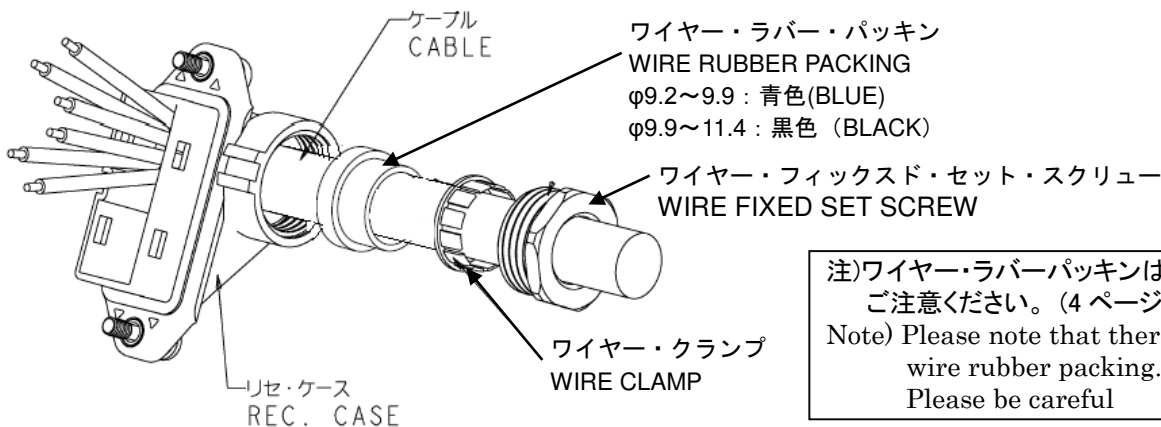

Fig. 2
2) ケーブルに Fig.2 に示す付属品を通してください。
2) Insert accessories in accordance with Fig.2 to the cable.